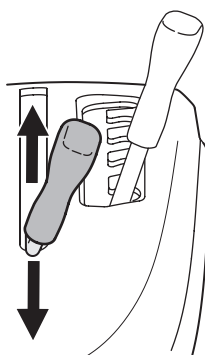

Figure 20
- Poussez le levier de la prise de force vers l'avant pour embrayer la prise de force. Voir Figure 20.